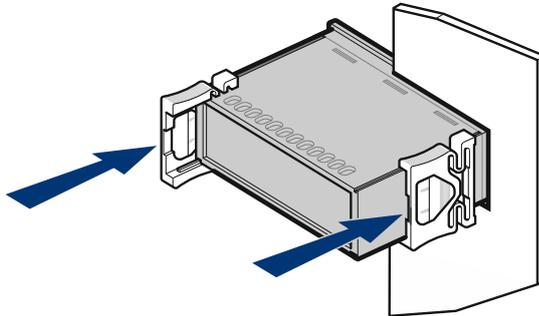

Abb. 5: Montage im Einbauausschnitt
3. Die beiden Halterungen seitlich aufsetzen und bis zum Anschlag der Abdeckung schieben, bis die Halterungen einrasten (siehe Abb. 5, „Montage im Einbauausschnitt“).